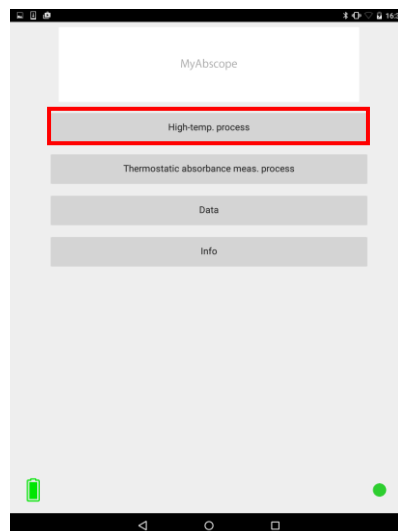

図 3-3：トップ画面
- (4) 高温処理プロセスボタン「High-temp. process」を押してください。（図 3-3）